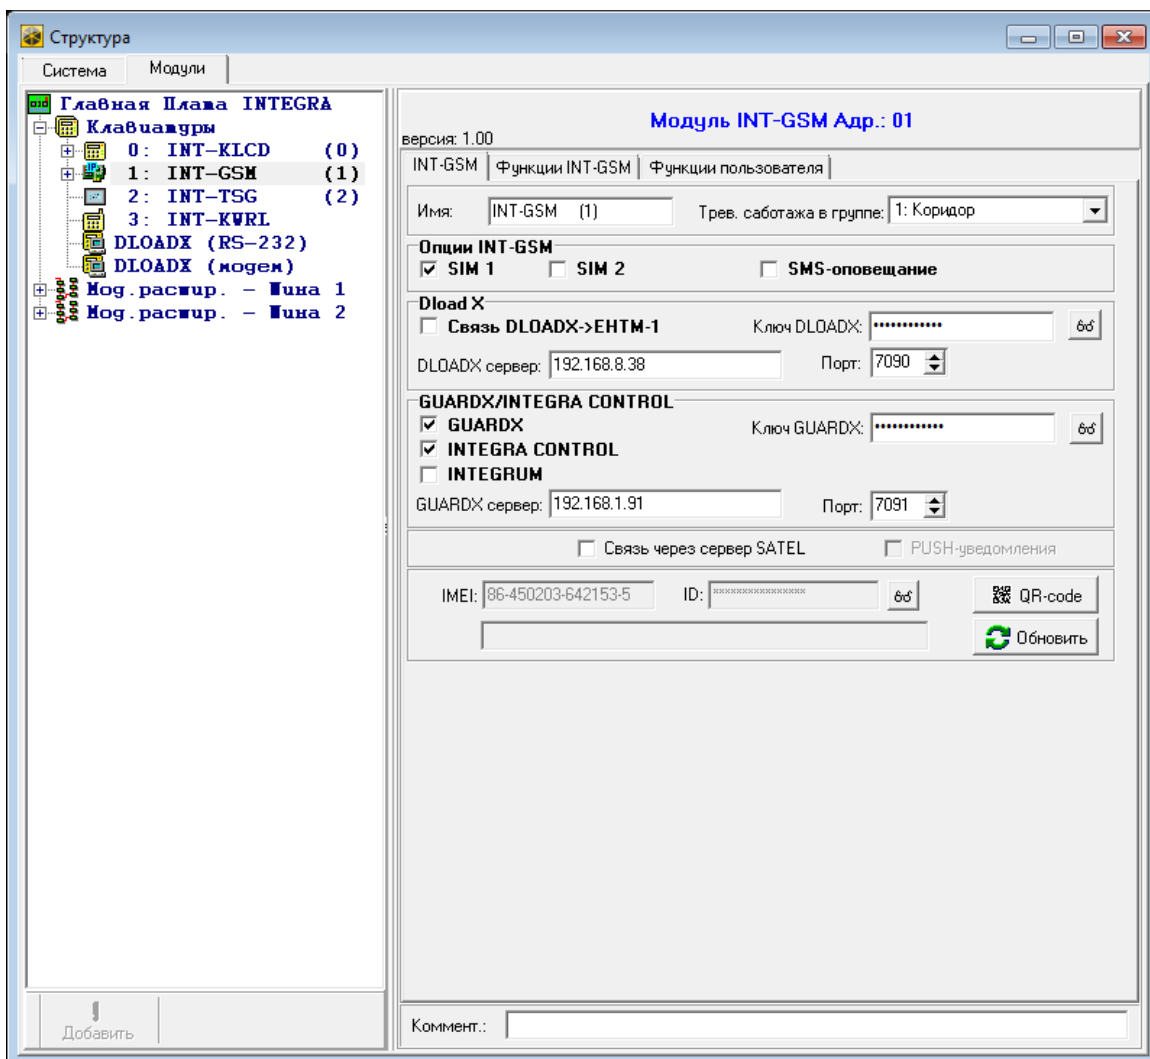

Рис. 9. Программа DLOADX: настройки модуля INT-GSM, подключенного непосредственно к прибору INTEGRA / INTEGRA Plus.
- ПО DLOADX: окно "Структура" → закладка "Модуль" → ветка "Клавиатуры" → [название модуля] (рис. 9),